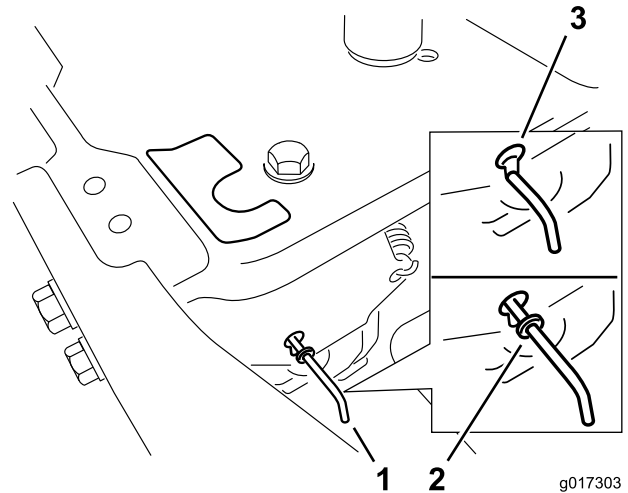

Figura 24
4. Spostate in avanti le leve di bypass attraverso il foro della chiavetta, quindi verso il basso per bloccarle in posizione (Figura 24).
Spostate indietro le leve di bypass attraverso il foro della chiavetta, quindi verso il basso per bloccarle in posizione, come illustrato in Figura 24.